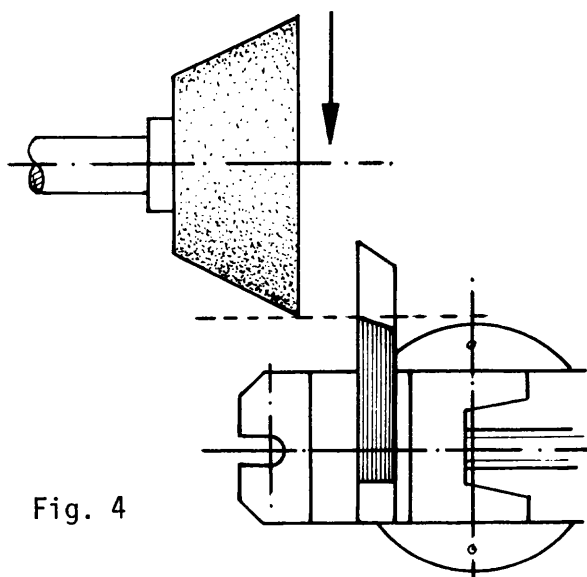

Fig. 4
2. En caso de cara lateral sin salida desplace la muela hasta que su arista llegue a la dimensión indicada (fig. 4).